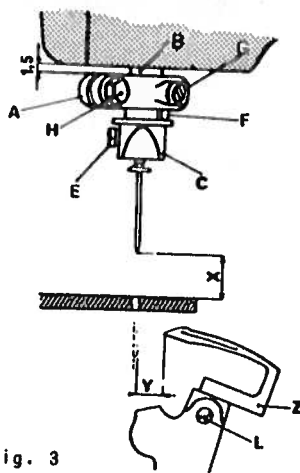
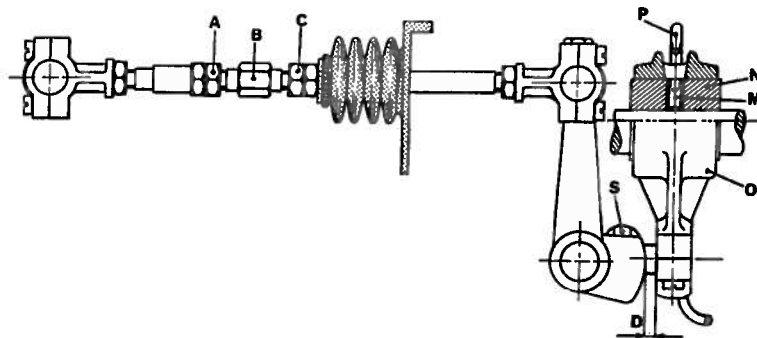

Fig. 3
Fig. 10
- S. 1651.00 per esecuzione quote come da fig. 3
- S. 1652.00 per esecuzione quote come da fig. 10
3. Posizionamento dell'ago (fig. 3)
- Inserire fino in fondo il crochet Z nell'apposita sede e bloccarlo sul piano del gambo con la vite L (fig. 3).
- Eseguire la misura D (fig. 10) col calibro S. 1652.00 per biella comando crochet agendo sul dado S.
- Ricercare la misura Y (tabella fasature) dalla punta del crochet alla tangente destra dell'ago (fig. 3).
- Allentare i controdadi A e C (fig. 10) e ruotare il perno B in un senso o nell'altro fino ad ottenere la misura Y (fig. 3 - calibro S. 1651.00).
- Bloccare leggermente i due controdadi A e C (fig. 10).
- Se la corsa del crochet e' ritardata o anticipata, bisogna allentare i due grani interni M dell'eccentrico N della biella O (fig. 10) e, tenendo fermo l'eccentrico M, ruotare il volantino della macchina in modo da ottenere la condizione voluta.
- Nota: se questa condizione non si verificasse, si deve allungare o accorciare la corsa del crochet agendo sulla vite S (fig. 10) variando così la quota D . In questo caso si devono poi rivedere tutte le condizioni di fasatura eccetto quelle descritte nel primo capoverso.
- Bloccare i controdadi A e C (fig. 10).
- Nota: quando si sposta la biella per eseguire la misura D (fig. 10), tenere presente che l'eccentrico N sia sempre centrato rispetto alla testa di biella O . In caso di eccessivi spostamenti, modificare la posizione del tubetto di lubrificazione P spostandolo adeguatamente in modo che la mezzetta coincida con il centro del foro esistente sulla testa di biella O .